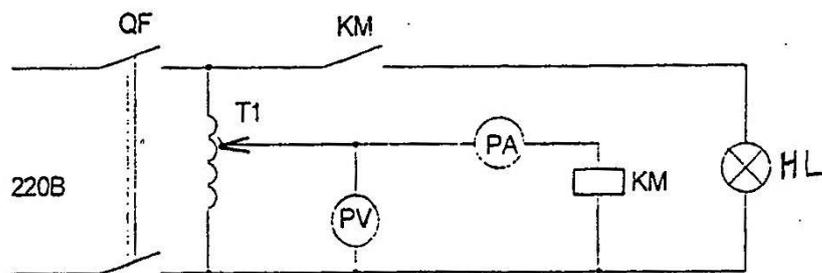

Рисунок 3 – Схема исследования ЭМП
5.3 Схема исследования рисунок 3.